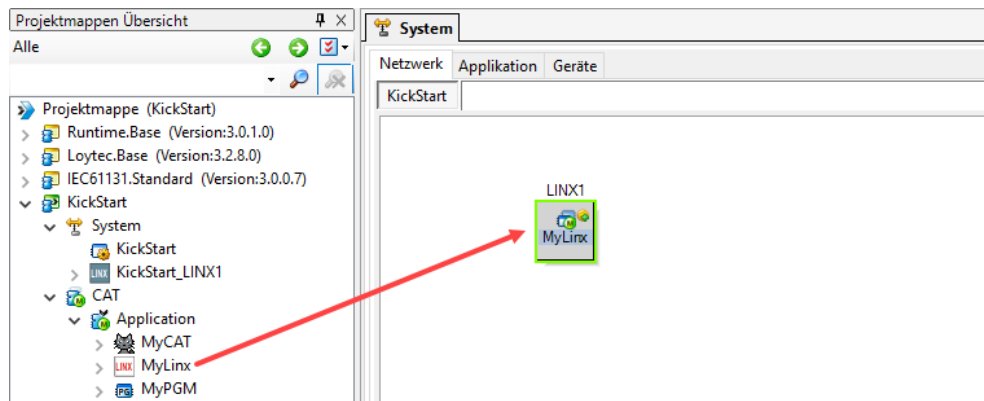

Abbildung 63: Erstellen einer Geräteinstanz.
19. Erstellen Sie abschließend eine Geräteinstanz. Öffnen Sie das System in der Symbolleiste. Wählen Sie dann die Registerkarte **Netzwerk**. Ziehen Sie das Gerät ‚MyLinX‘ aus der Projektmappe auf die Netzwerk-Registerkarte und weisen Sie der Geräteinstanz einen Namen zu, wie in Abbildung 63 dargestellt.